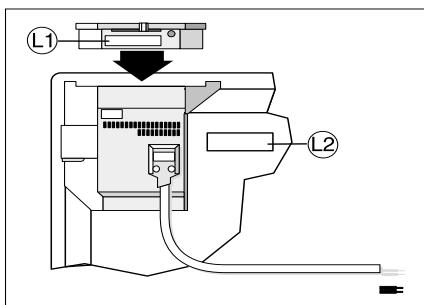

Рис.5
**5-1). Электронный термостат:** Термостат R80-XSC предназначен для использования с моделями обогревателей Nobø серии 8 (C2N, C4N и T4N). Термостат поставляется в собранном виде, и замена должна осуществляться квалифицированным специалистом. Во время установки термостата прибор должен быть отключен от сети электропитания. На рис. 5 ниже показано, как определить модель термостата (L1)
- Для того чтобы определить, оборудован ваш прибор автоматическим перезапуском, или нет, следует обратить внимание на заводской номер обогревателя, который находится на его задней поверхности (см. рис. 5 L2).